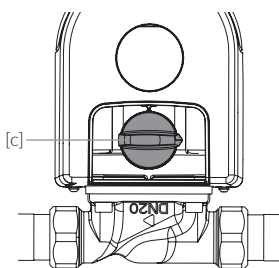

Abb. 9.3
- / Abb. 9.3: die manuelle Absperrung ist geschlossen.